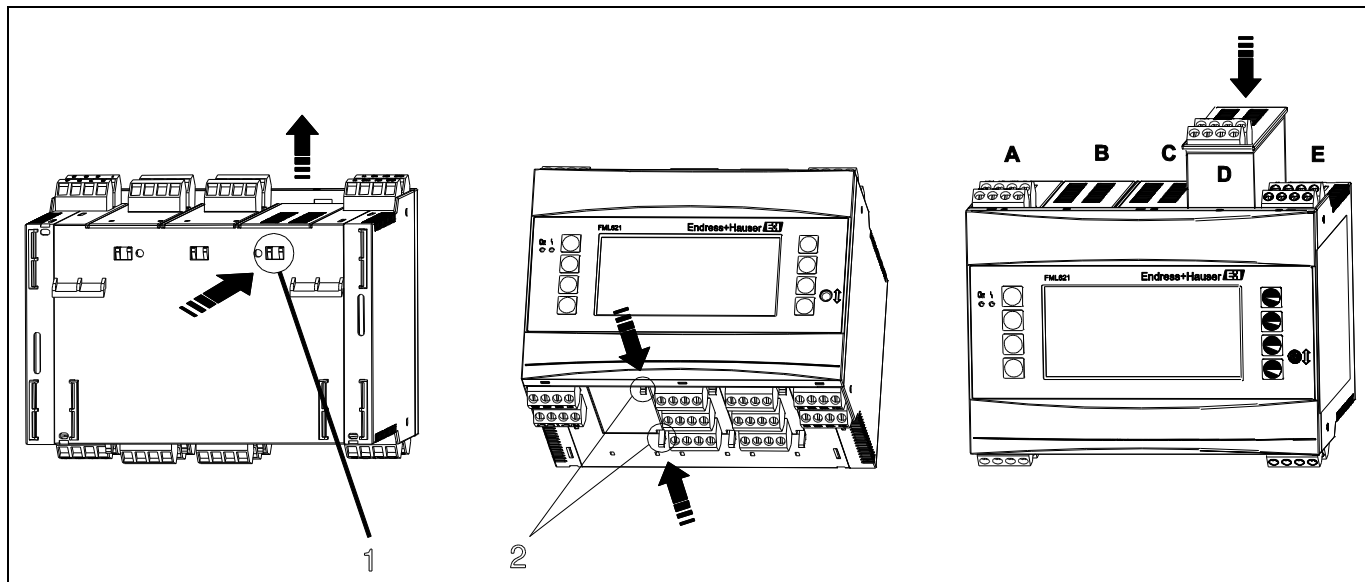

Рис. 3: Установка карты расширения (пример)
Прибор можно оборудовать различными картами расширения. Для этих целей в приборе предусмотрено не более трех гнезд. Гнезда для карт расширения отмечены на приборе буквами В, С и D (→ рис. 3).
2. Удалите заглушку из гнезда (В, С или D) основного блока путем одновременного нажатия креплений на нижней части прибора (см. рис. 3, поз. 2) и крепления на задней стороне корпуса (например, с помощью отвертки) (см. рис. 3, поз. 1). После этого заглушку можно вынуть из основного блока.
3. Вставьте карту расширения в основной блок сверху. Карта расширения установлена правильно, если защелкнуты крепления на нижней и задней части прибора (см. рис. 3, поз. 1 и 2). Убедитесь, что входные клеммы карты расширения находятся сверху, а выводы направлены к лицевой части, как у основного блока.